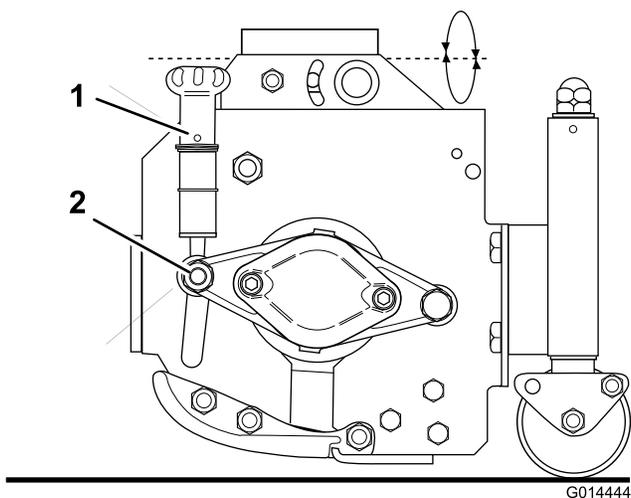

Figura 72
3. Qualora sia necessaria una regolazione, procedete come indicato di seguito: allentate il dado (Figura 72) di un quarto di giro a entrambe le estremità.
4. Girate la rotella a mano (Figura 72), alternando i lati, mentre ruotate il cilindro di taglio indietro, fino a quando la lama inferiore sfiora il cilindro lungo tutta la sua lunghezza.
6. Serrate il dado (Figura 72) a entrambe le estremità.